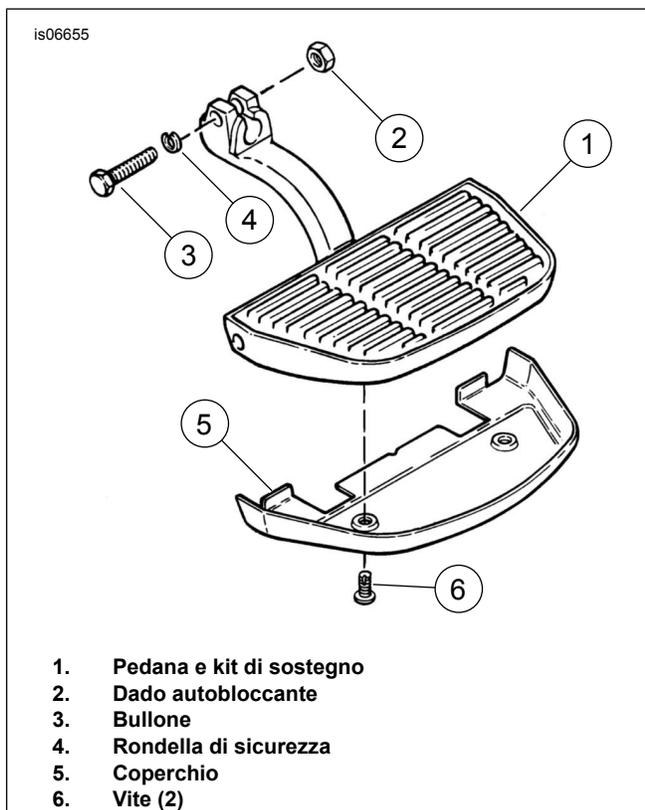
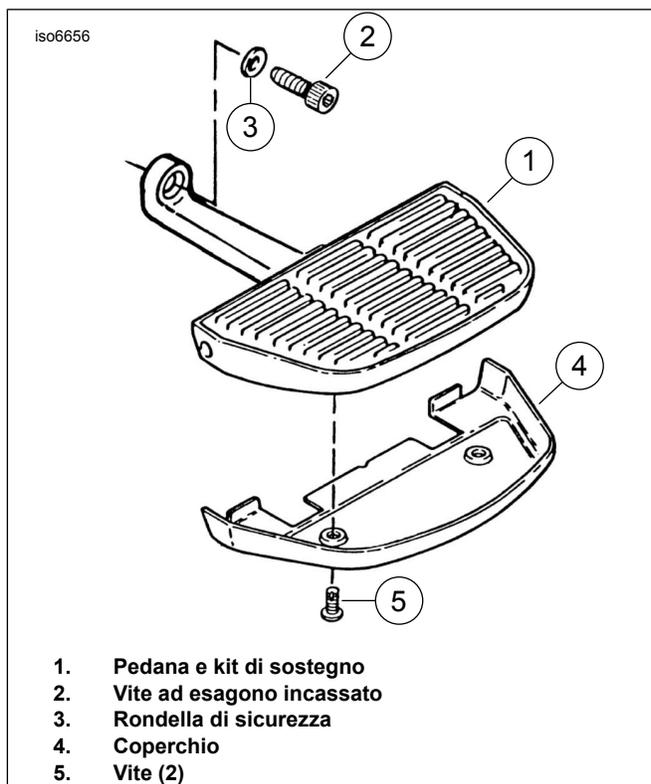

Figura 1. Gruppo della pedana del passeggero - Modelli 1992 e versioni precedenti e accessori delle pedane
Figura 2. Gruppo della pedana del passeggero - Modelli Touring 1993 e versioni successive
- a. **Per i modelli 1992 e versioni precedenti e accessori delle pedane:** Vedere la figura 1. Rimuovere ogni pedana del passeggero e kit di sostegno (1) dai prigionieri di montaggio della motocicletta. A seconda del tipo di supporto della pedana, è necessario rimuovere il dado autobloccante (2) e il bullone (3) o rimuovere un bullone (3) e la rondella di sicurezza (4) dai mozzetti aperti del supporto della pedana. Conservare tutta la bulloneria per l'installazione.
- b. **Modelli Touring 1993 e versioni successive:** Vedere la figura 2. Rimuovere ogni pedana del passeggero e kit di sostegno (1) dai prigionieri di montaggio della motocicletta. Sarà quindi necessario rimuovere la vite a esagono incassato (2) e la rondella di sicurezza (3) dai supporti della pedana. Conservare tutta la bulloneria per l'installazione.
3. Vedere Figura 1 e Figura 2. Rimuovere tutte le protezioni che potrebbero già essere installate sulle pedane.